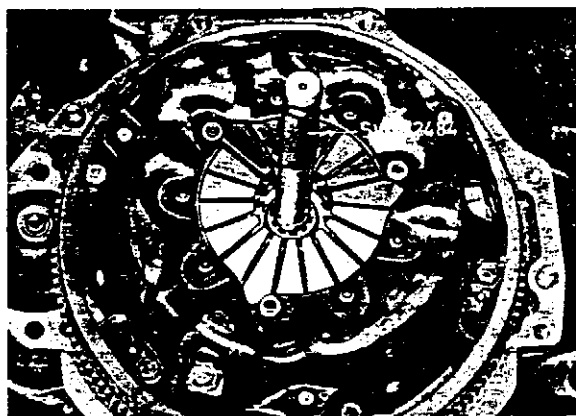

Abb. 31 Einbau der Kupplung
- Führungszapfen in das Stützlager im Schwungrad reicht (Abb. 31).